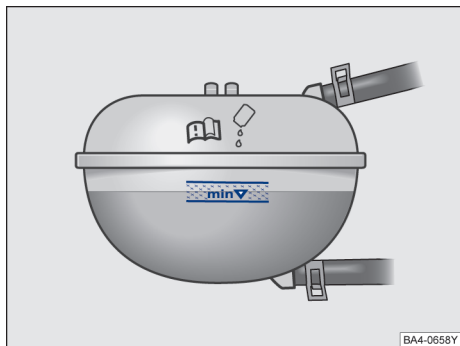

图 202 冷却液补偿容器上的液位标记
- 发动机处于冷态时检查冷却液液位是否处在膨胀罐侧面的标记范围内。→ 图 202